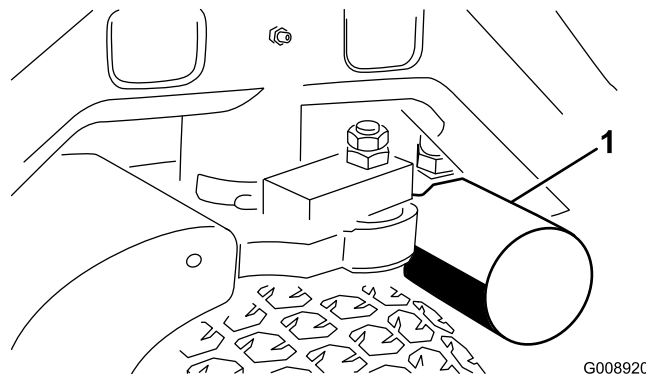
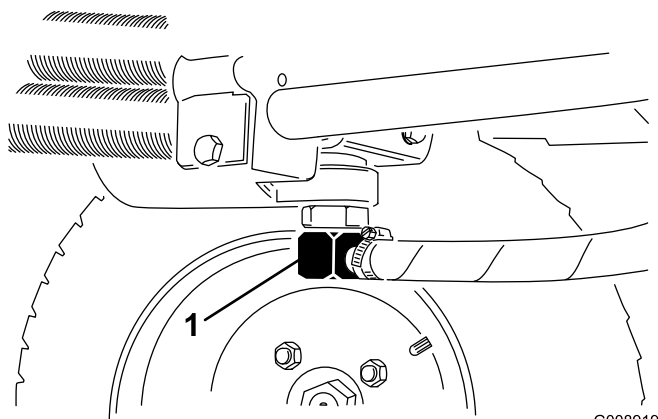

Figura 55
Figura 56
3. Limpe a zona de montagem do filtro. Coloque um recipiente de escoamento debaixo do filtro (Figura 55) e retire o filtro.
2. Desconecte as tubagens hidráulicas (Figura 56) ou retire o filtro hidráulico (Figura 55) e deixe que o fluido hidráulico escorra para dentro de um recipiente de escoamento. Instale as tubagens hidráulicas quando o fluido pare de escorrer.